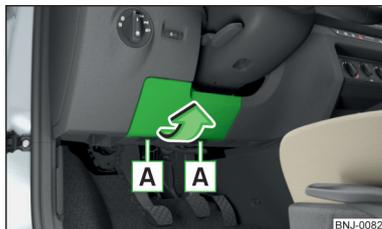

Fig. 201
- Remover a tampa da caixa de fusíveis no sentido da seta » Fig. 201.